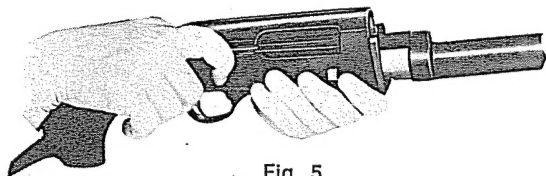

Fig. 5
- 5 — Facendo forza sul tiretto (tav. 1° - L) (fig. 5) arretrare per tutta la sua corsa, l'otturatore (tav. 1° - D) fino ad aggancio avvenuto.
- 5 - pull cocking lever (L - Table 1) rearward to lock the bolt open (fig. 5) (D - Table 1).
- 5 - *tirer le doigt de déverrouillage vers l'arrière jusqu'à ce que la culasse mobile reste ouverte (fig. 5 - table 1 - pièces: L-D)*